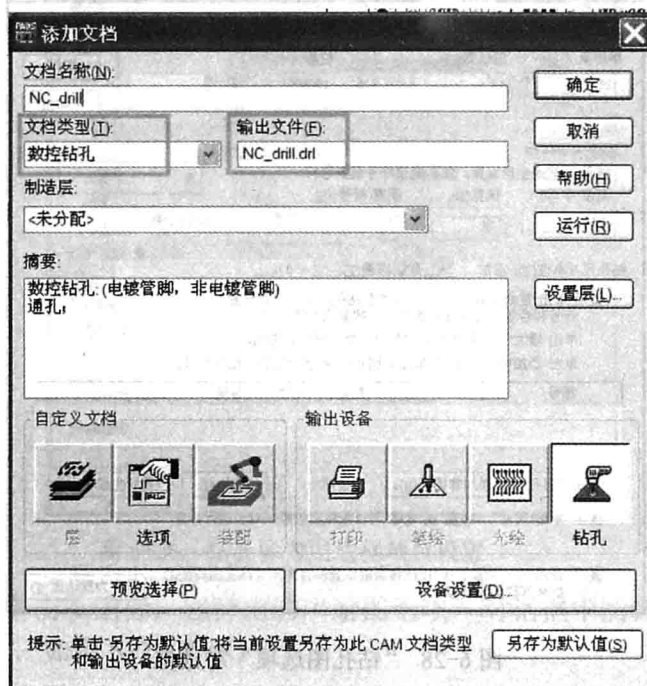
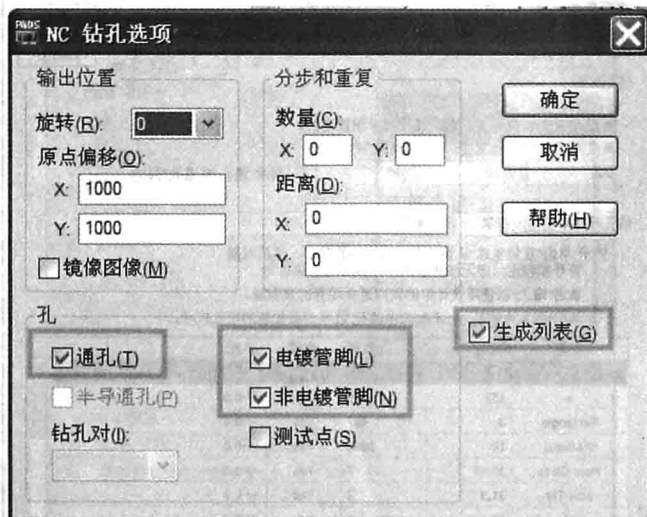

图 6-30 NC 钻孔 CAM 文档设置
图 6-31 NC 钻孔选项设置
(11) 设置 NC 钻孔 (NC Drill)，如图 6-30 和图 6-31 所示。